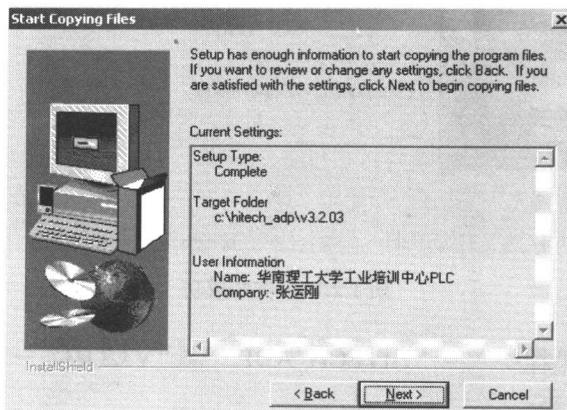

图 1.2.12 确认路径和名称等
⑫ 选择完路径、公司名称及用户名后，确认没有错就点击“Next”继续安装，如果发现错了，需要更改，请点击“Back”返回，如图 1.2.12 所示。